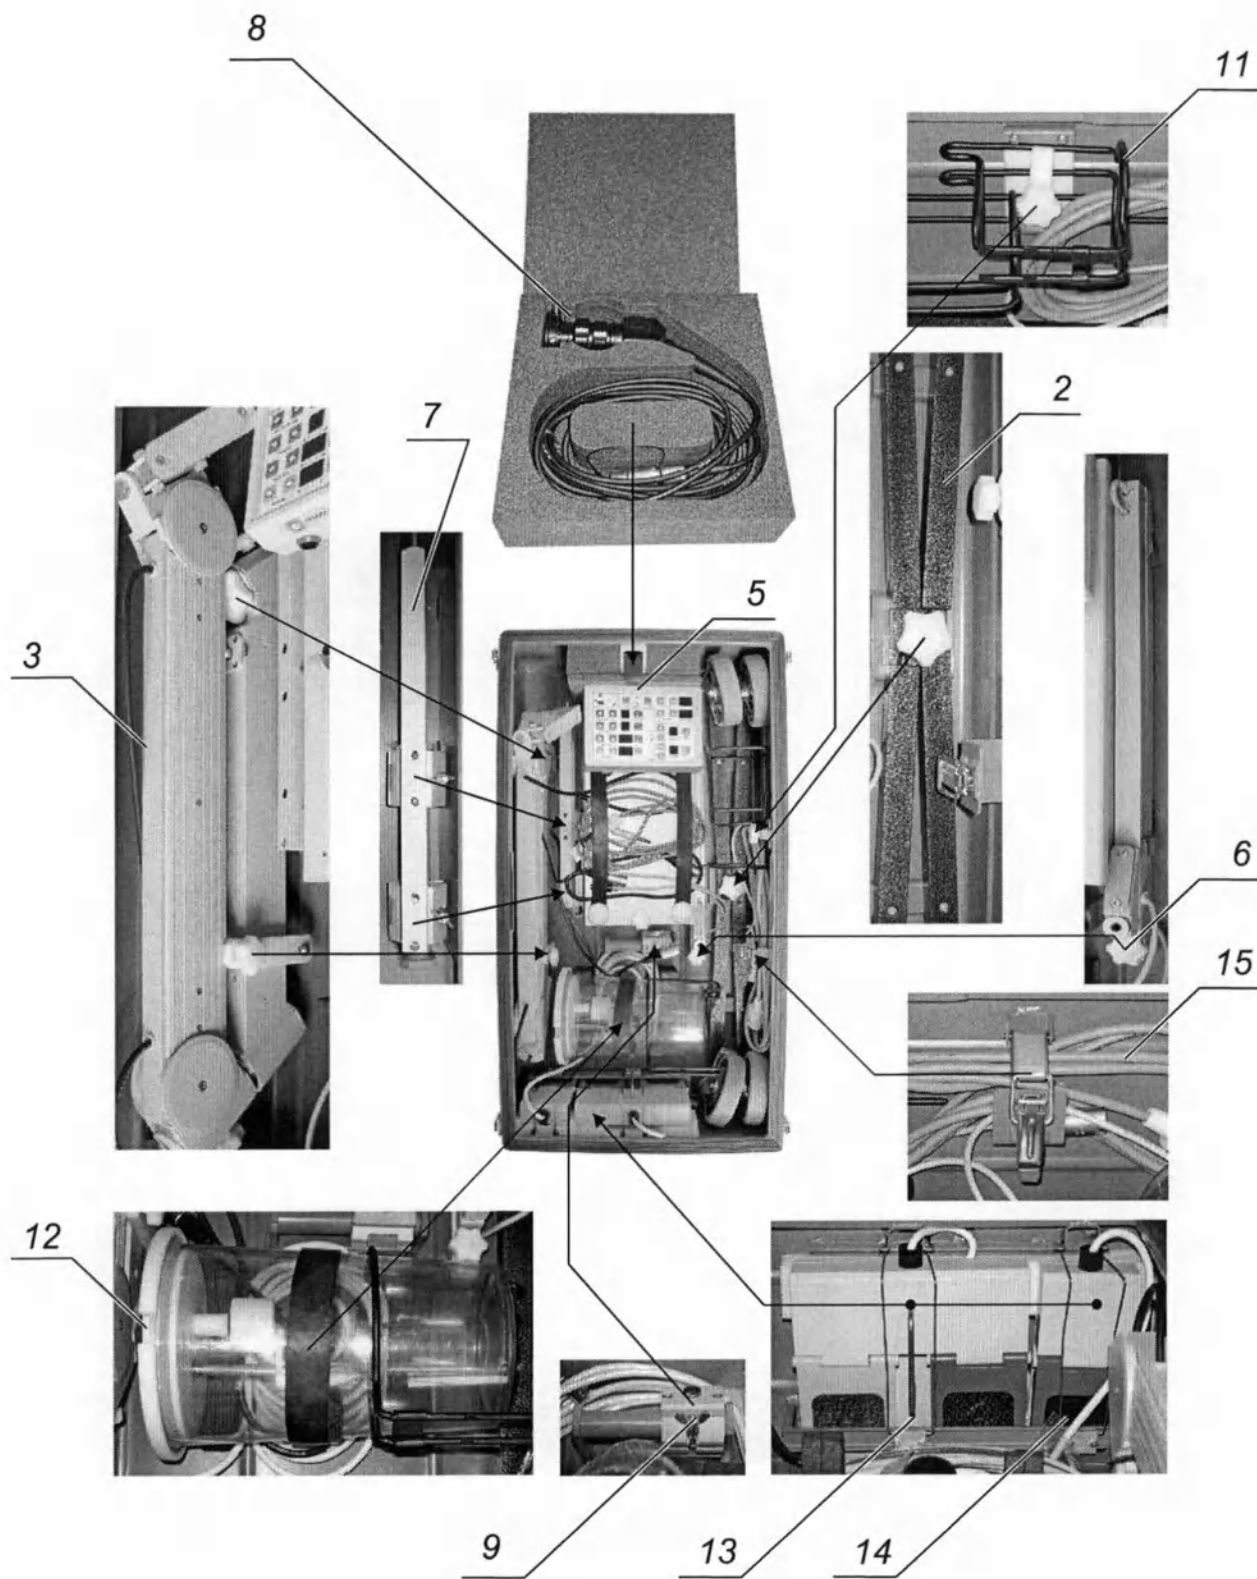
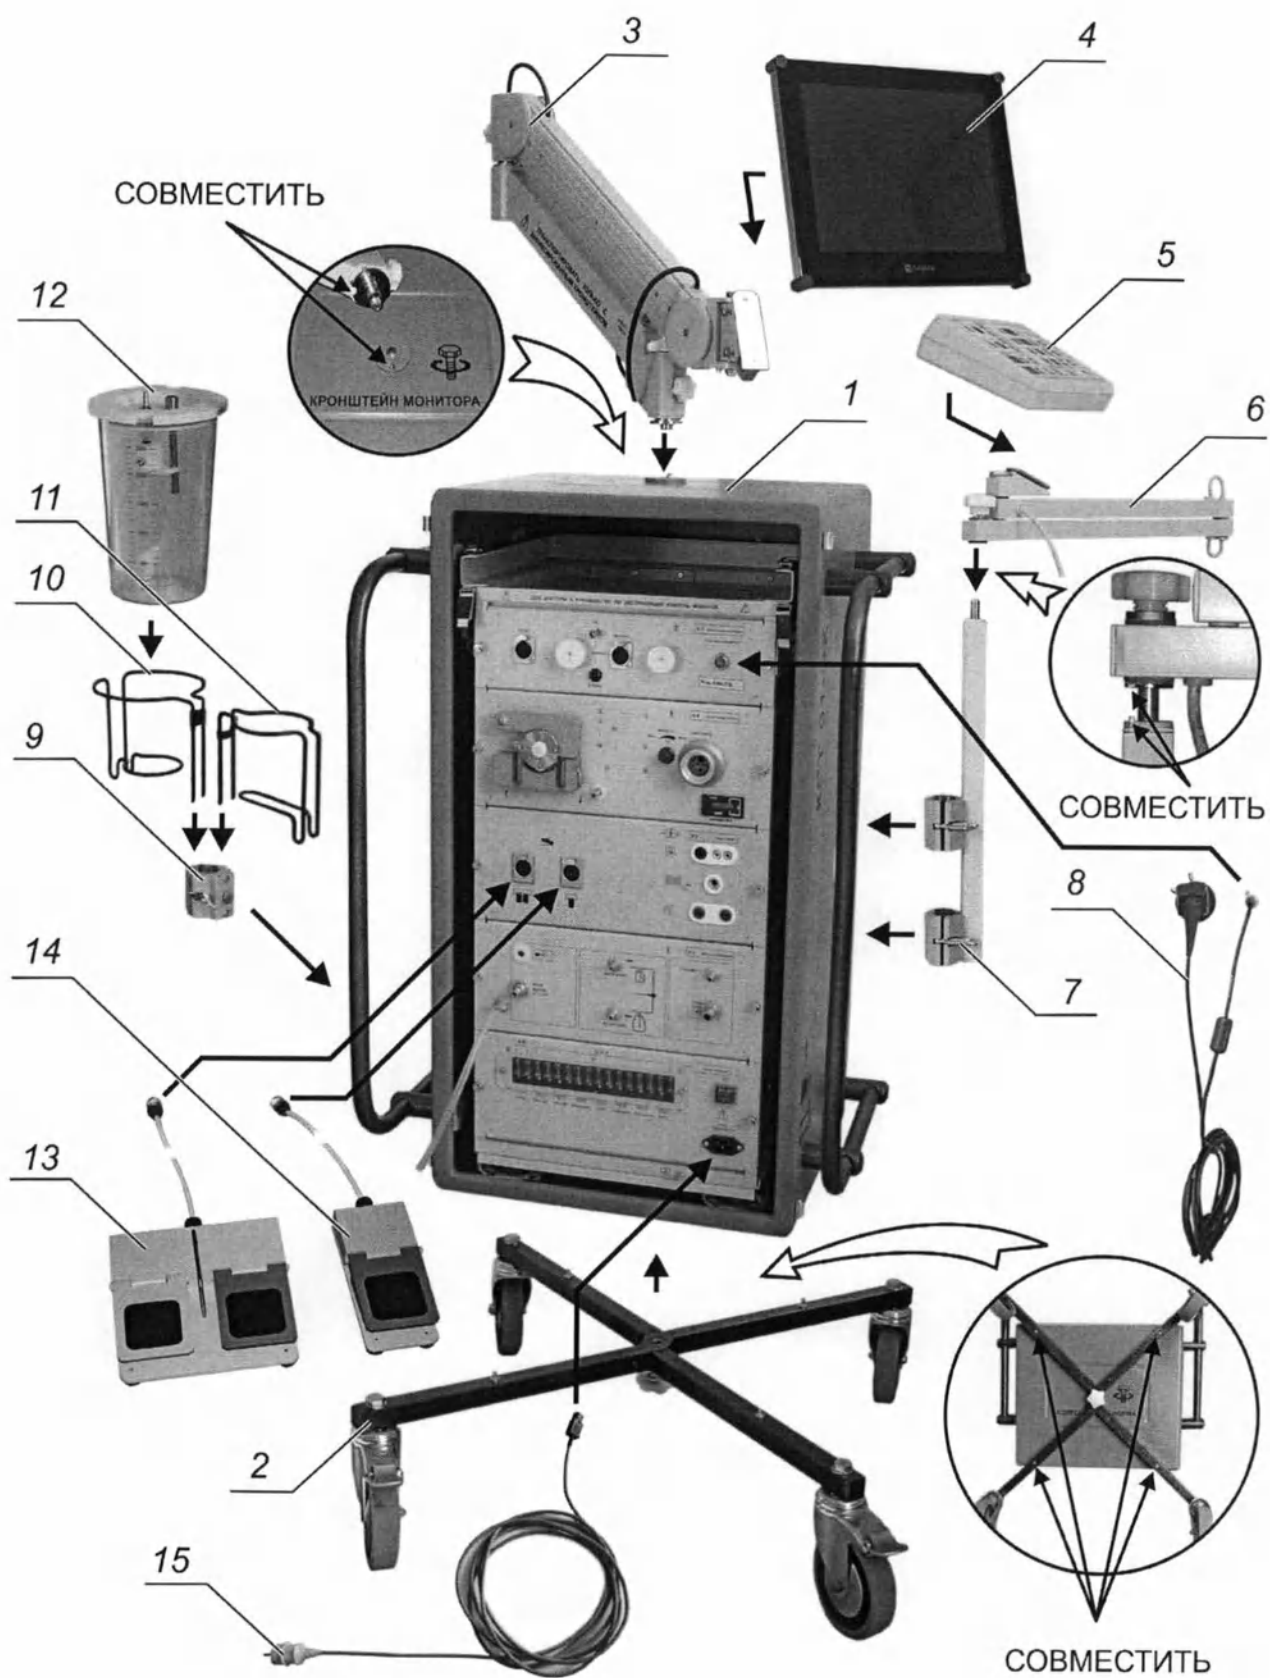

Рис. 5. Схема укладки принадлежностей модуля аппаратного.
Рис. 6. Схема разворачивания модуля аппаратного.
- 5.5. Открутив винт крепления извлечь из крышки модуля аппаратного держатель бутылки со стерильной жидкостью (поз. 11, Рис. 5).
- 5.6. Открыв зажим извлечь из крышки сетевой кабель (поз. 15, Рис. 5).
- 5.7. Расстегнув ремень (замок со стороны педалей) извлечь из крышки банку для аспирата (поз. 12, Рис. 5).
- 5.8. Сдвинув по направлению к центру крышки извлечь ПДУ (поз. 5, Рис. 5).
- 5.9. Отстегнув ремень извлечь из крышки транспортный бокс с камерной головкой (поз.8, Рис. 5).
- 5.10. Открутив винт крепления извлечь из крышки колесную платформу (поз.2, Рис. 5). Для извлечения колесной платформы первым выводится дальний от педалей конец.
- 5.11. Установив модуль аппаратный (поз.1, Рис.6) на горизонтальную поверхность вверх стенкой контейнера с надписью «колесная платформа» или приподняв эту сторону контейнера на высоту 30 см установить колесную платформу (поз. 2, Рис. 6) таким образом, чтобы колеса с тормозами оказались со стороны передней части модуля. Совместить штыри-позиционеры с соответствующими отверстиями, затянуть стопорный винт до упора. Поставить модуль на колесную платформу.
- 5.12. Открутив фиксирующие винты извлечь из крышки кронштейн монитора (поз.3, Рис.5) и установить его в отверстие в модуле, совместив паз на оси с выступом на крышке (поз.3, Рис.6). Закрутить крепежный винт до упора.
- 5.13. Открутив барашки креплений и расцепив замки, извлечь из крышки вертикальную часть кронштейна ПДУ (поз.7, Рис.5) и установить его на вертикальную часть ручки модуля (слева или справа в зависимости от задачи). Замкнув захваты, затянуть барашки. Высота установки зависит от необходимого положения ПДУ.
- 5.14. Открутив винт, извлечь из крышки горизонтальную часть кронштейна ПДУ (поз.6 Рис.5). Установить ее на вертикальную часть, совместив штырь и паз в крепежном узле и затянуть винт крепления.
- 5.15. Установить ПДУ (поз.5, Рис.6) на кронштейн (поз.6, Рис.6). Для этого нажимаем на стопор и задвигаем ПДУ до упора.
- 5.16. Открутив барашек извлечь из крышки зацеп для держателей банок (поз.9 рис.5) и установить его на вертикальную часть ручки, противоположной ручке, на которой закреплен ПДУ. Установить держатели банок в зацеп.
- 5.17. Из транспортного бокса извлечь камерную головку и подключить ее к блоку видеокамеры (поз. 8 Рис. 6), предварительно открыв защитную крышку разъема. Для соединения совместить точки на ответных частях разъема. Камерную головку зафиксировать на парковочном месте.
- 5.18. Освободить защелки и извлечь педали (поз.13, поз.14 Рис.5)
- 6.2. Закрепить вертикальную часть кронштейна ПДУ (поз. 7, Рис. 5).
- 6.3. Установить колесную платформу (поз. 2, Рис. 5).
- 6.4. Уложить головку видеокамеры в транспортный бокс и установить его в место между стенкой и ящиком ЗИП петлями крышки бокса вниз, предварительно уложив между стенкой и боксом камерной головки нейтральный электрод. Зафиксировать прижимным ремнем (поз.8, Рис. 5).
- 6.5. Установить горизонтальную часть кронштейна ПДУ и зафиксировать винтом (поз. 6, Рис. 5).
- 6.6. Установить кронштейн монитора (поз. 3, Рис. 5). Для этого расфиксированный кронштейн завести на место крепления так, чтобы штырь прошел над нижним коленом кронштейна. Установить в посадочное место и завернуть винт крепления до упора. После заворачивания винта верхнее колено зафиксировать. Подвести планку фиксации кронштейна к штырю и завернуть винт до упора.
- 6.7. Установить педали (поз. 13, 14, Рис. 5). В первую очередь установить двухклавишную педаль. Для этого свернуть кабель в бухту диаметром 15 – 20 см. Уложить кабель вокруг поролонового выступа и сверху завести педаль, совместив ножки с углублениями в поролоне. При этом клавиши заводятся под балку. Зафиксировать пружинный фиксатор. Одноклавишная педаль устанавливается аналогично, кабель укладывается между поролоновыми опорами банки для аспирата.
- 6.8. Установить зацеп для держателей банок (поз. 9, Рис. 5).
- 6.10. Уложить банку на поролоновые опоры, предварительно надев на нее держатель и крышку (поз. 12, Рис. 5). Зафиксировать прижимным ремнем.
- 6.11. ПДУ установить на крышку ящика ЗИП. (поз. 5, Рис. 5).
- 6.12. Держатель для бутылки со стерильной жидкостью установить на стенку контейнера и прижать фиксатором, завернув винт до упора (поз. 11, Рис. 5).
- 6.13. Свернуть сетевой шнур в бухту диаметром прим. 30 – 40 см и, сжав по диаметру бухты, уложить в крепление на стенке. Зафиксировать зажимом (поз. 15, Рис. 5).